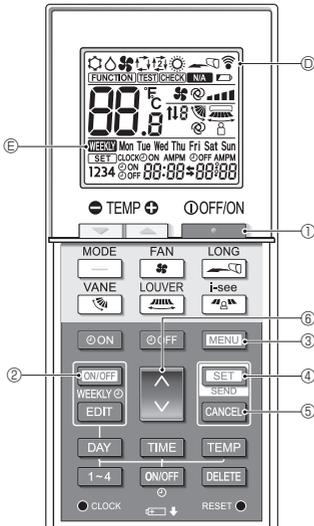
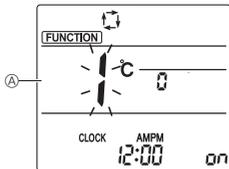
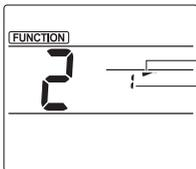
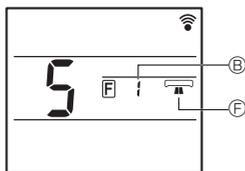

Fig. 5-1
Fig. 5-2
Fig. 5-3
Fig. 5-4
(Fig. 5-1, Fig. 5-2)
<Transmission des réglages> (Fig. 5-1)
- Alors que l'écran de fonctionnement de la fonction est affiché, appuyez sur la touche **MENU** ③ ou **CANCEL** ⑤.
- Appuyez sur la touche **MENU** ③.
5.1. Réglage de la direction du flux d'air fixe (Fig. 5-1, Fig. 5-3, Fig. 5-4)